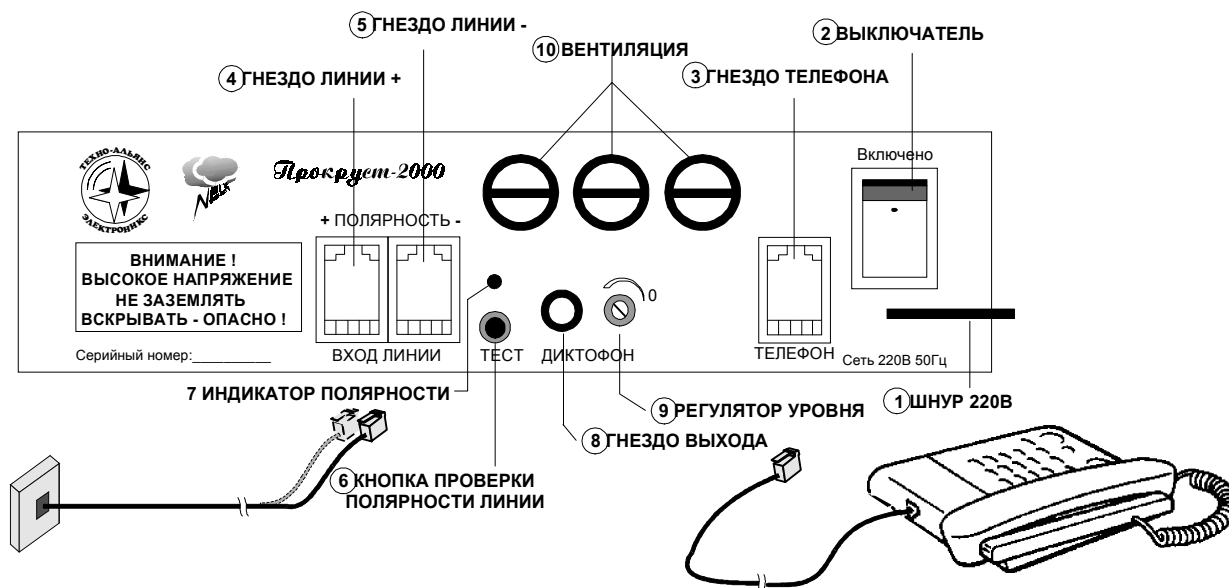

Рисунок 4 /Задняя панель прибора/.
Отсоединить из гнезда телефонного аппарата разъем шнура и подсоединить его в гнездо (2) на корпусе пульта Д/У. Свободный разъем на шнуре пульта Д/У подключить в гнездо телефонного аппарата. Иными словами, пульт Д/У должен быть подключен между телефонным аппаратом и гнездом (3)рис.4 «ТЕЛЕФОН». Снять трубку телефонного аппарата и проверить, есть ли гудок. Проверка работоспособности описана в следующем разделе.